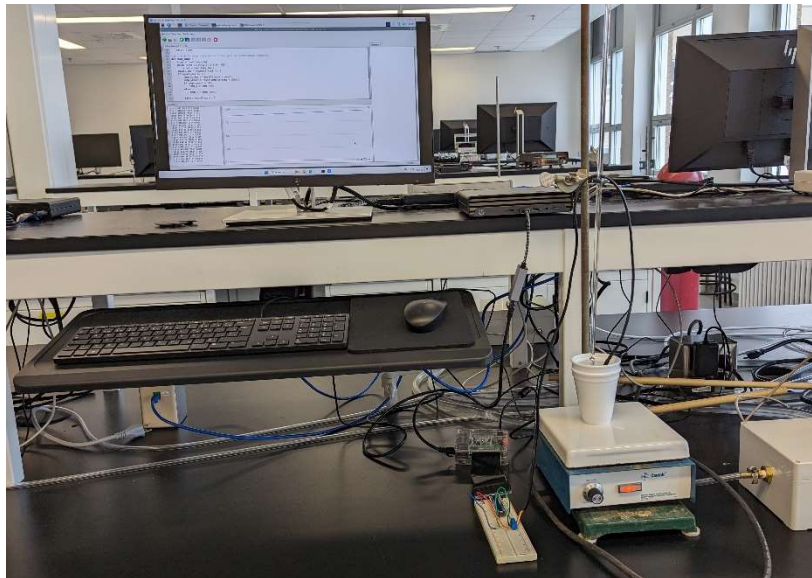

Figure 9. Montage du calorimètre et le capteur de température.
1. Vous allez réaliser le montage de la Figure 9.